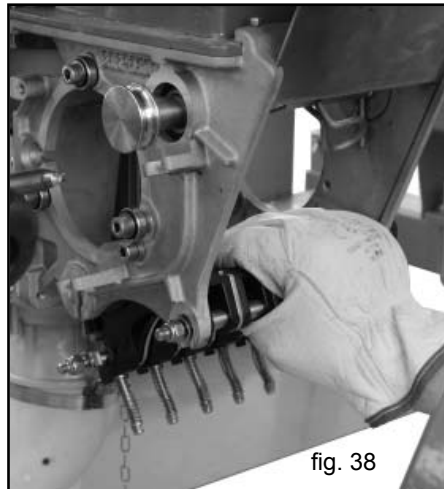
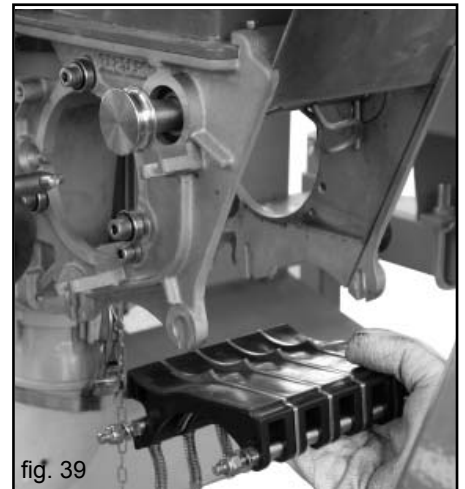

fig. 38
fig. 39
- 2) Das die innenliegenden Scheiben aus ihrem Sitz nach aussen gedruickt werden koennen (Abb. 38) und die Achsen freigeben.
- 3) Abtastereinheit aus dem hinteren Teil (Abb. 38) ausziehen und danach vorderen Teil ausziehen (Abb. 39).